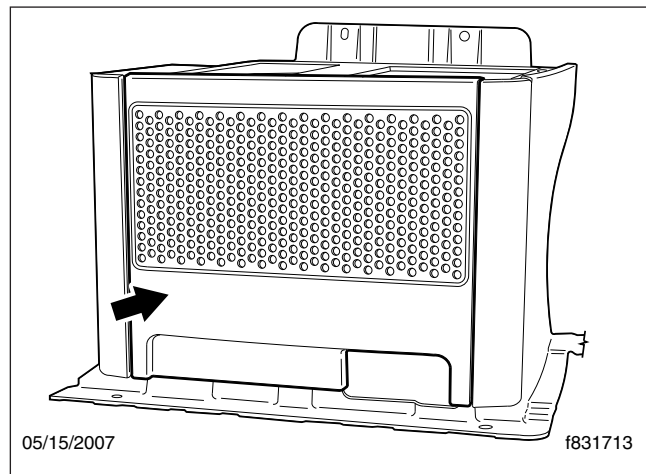

Figura 8, Panel de acceso al sistema HVAC de dormitorios de 60 y 72 pulgadas
2. En los vehículos que tienen dormitorios de 60 y 72 pulgadas, retire el panel de acceso del sistema HVAC del dormitorio, en el lado interior del gabinete. Vea la **Figura 8**. El panel está sujeto con cuatro clips de resorte. Jale hacia fuera en forma recta para retirarlo.
2. Retire el panel de acceso al HVAC del dormitorio, en el lado interior del gabinete. Vea la **Figura 8**. El panel está sujeto con cuatro clips de resorte. Jale hacia fuera en forma recta para retirarlo.